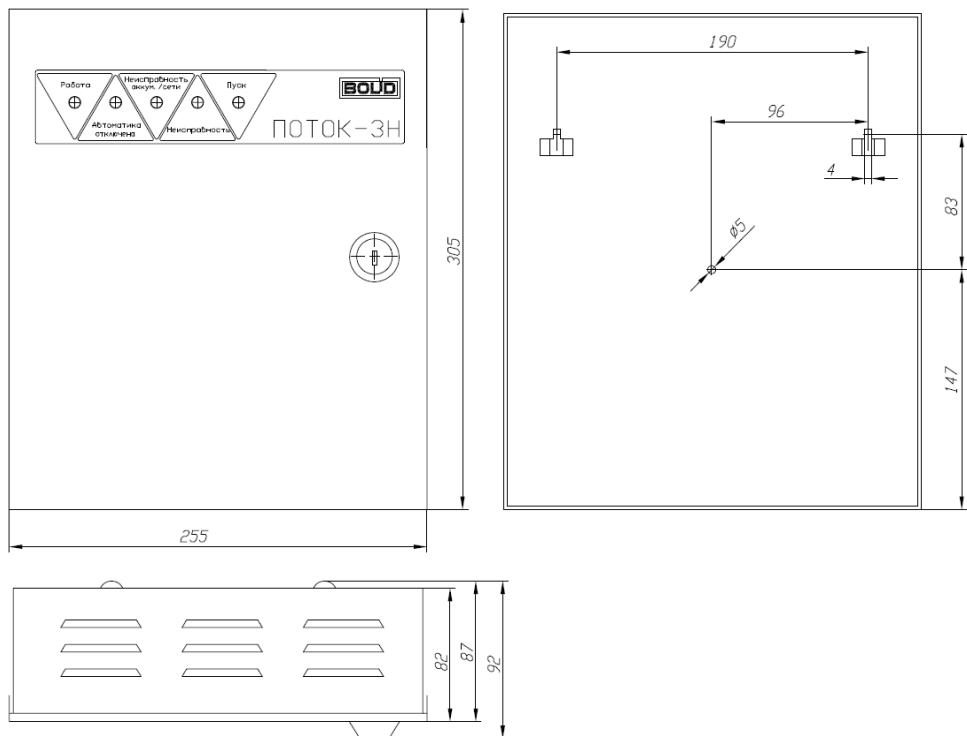

Рисунок 1. Габаритные и установочные размеры блока
- 2.1 На рис. 1 представлен внешний вид, габаритные и установочные размеры блока.